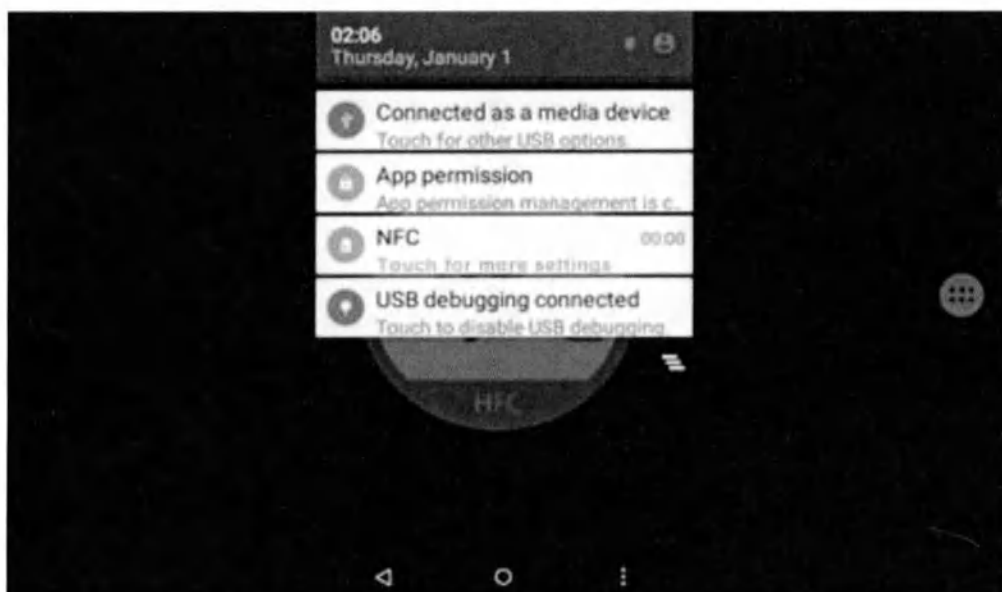

Рисунок 30. Подключение USB к компьютеру.
- Подключите компьютер по USB, соединение успешно, на экране отображается надпись "Подключено устройство мультимедиа" (Рис. 30), теперь, пожалуйста, найдите следующий значок в "Мой компьютер" на экране вашего компьютера, чтобы увидеть больше информации о приборе (Рис. 31).